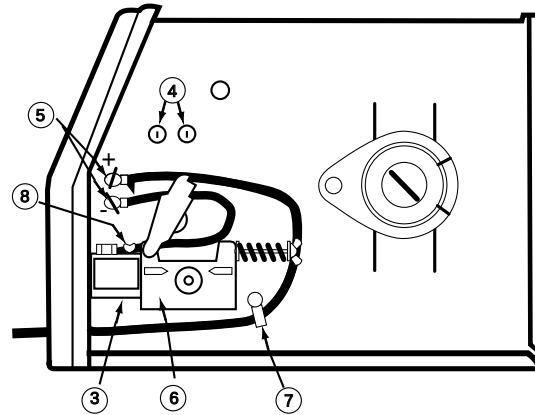

FIGURA 1
1. Abra la puerta de la sección de alimentación de alambre en el lado derecho de la WELD-PAK y vea la figura 1.
2. Pase el extremo del cable de trabajo que tiene la terminal de conexión con el orificio más pequeño, a través del Orificio de Acceso del Cable de Trabajo (1) en el frente del gabinete.
3. Enrute el cable por debajo y alrededor de la parte posterior de la Caja de Engranajes de Alimentación de Alambre (6).
4. **Únicamente para Innershield:** La WELD-PAK viene conectada a una polaridad de electrodo negativo. Para terminar la instalación, utilice la tuerca mariposa que se proporciona, a fin de conectar la terminal de conexión del cable de trabajo a la terminal (5) de salida positiva (+) que se localiza arriba de la Caja de Engranajes de Alimentación de Alambre (6). Asegúrese de que ambas tuercas mariposa estén apretadas.
1. Consulte la Figura 1. Desconecte la máquina o coloque el interruptor de encendido en la posición "O" (apagado).
2. Pase una por una las puntas aisladas de los cables de control del gatillo de la antorcha, a través de la Ranura de Acceso del Cable de Control y del Cable de la Antorcha (2) en el frente del gabinete. Los cables deberán pasar por debajo de la Caja de Engranajes de Alimentación de Alambre (6) y a través del Sujetador de Cable (7) en el panel interno.
3. Inserte el conector del cable conductor de la antorcha a través del Orificio de Acceso del Cable de la Antorcha (2), en el frente del gabinete de la WELD-PAK. Asegúrese de que el conector entre totalmente en el bloque conector de latón. Si el conector de la antorcha no entra por completo, desenrosque un poco el tornillo mariposa del bloque conector. Gire el conector para que los cables de control queden abajo, y apriete el Tornillo Mariposa (8) del bloque conductor.
4. Conecte las terminales del cable de control del gatillo de la antorcha a los dos conectores aislados de 6,4 mm (1/4"), que se localizan arriba de la etiqueta "Gun Trigger Connection" (Conexión del Gatillo de la Antorcha) en la sección de alimentación de alambre (4). Cualquier cable puede ir en cualquier conector. Acomode los cables lo más cerca posible del panel interno.